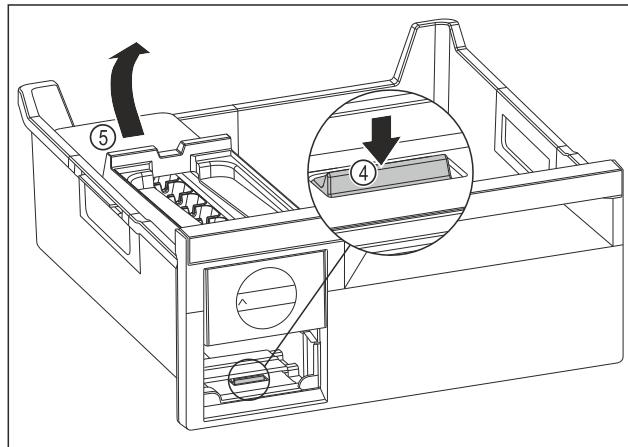

Fig. 83
- Odoberte korpus EasyTwist-Ice: Strmeň Fig. 83 (4) zatlačte prstom nadol a súčasne druhou rukou zdvihnite zozadu korpus EasyTwist-Ice Fig. 83 (5).